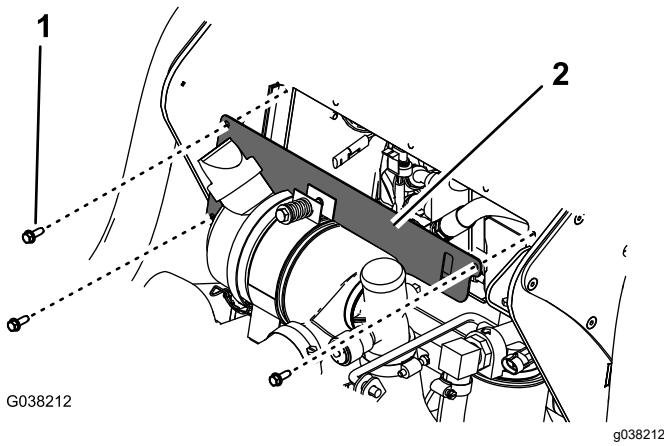

Figure 35
- 3. Alignez les trous dans la plaque de protection (Figure 35) et les trous à l'avant du cadre du panneau de commande.